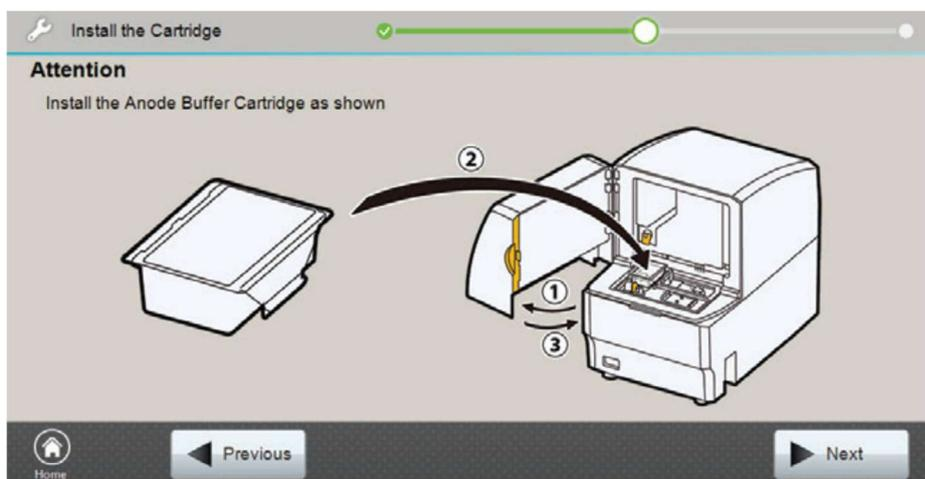

図 18 Install the Anode Buffer Cartridge 画面
6. **Install the Anode Buffer Cartridge** の画面（図 18）が現れたら、装置のフロントドアを開けてください。